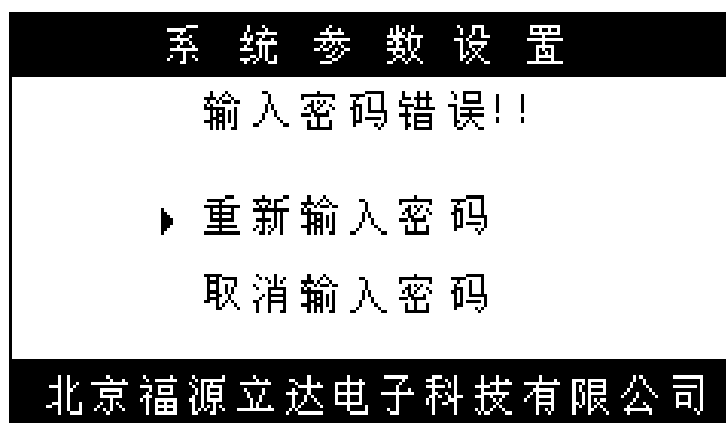

图 12 入密码错误
3. 如果密码输入错误程序会进入(图 12) “输入密码错误”的界面，可以选择“重新输入密码”或“取消输入密码”来放弃操作。